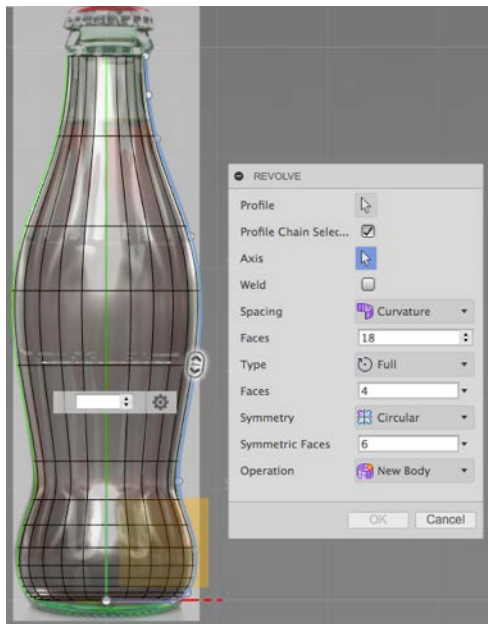

Fig. B04
- g. Set to “new body” (Fig. B04)